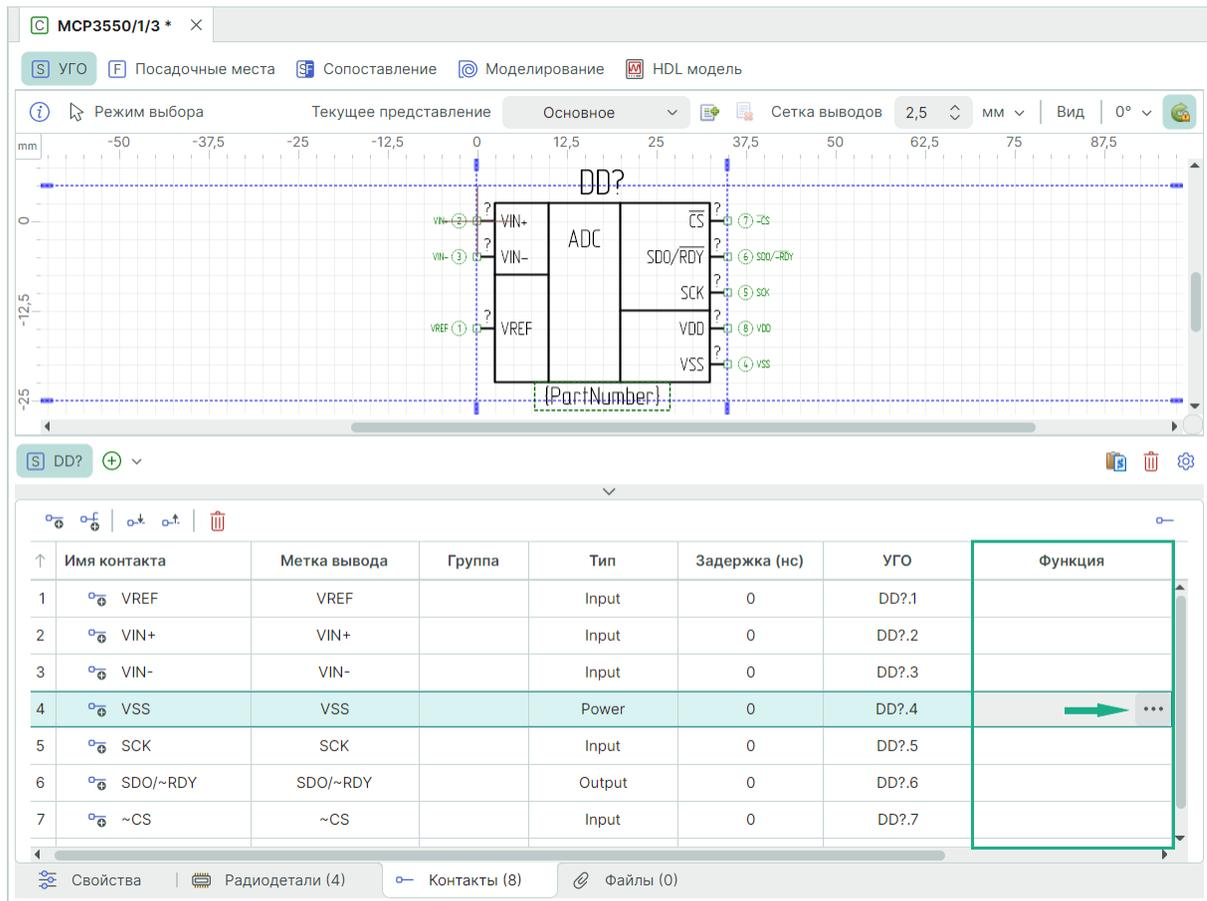

Рис. 270 Определение функции
1. Выберите контакт, двойным кликом нажать символ «...» в соответствующей ячейке столбца «Функция», см. Рис. 270.